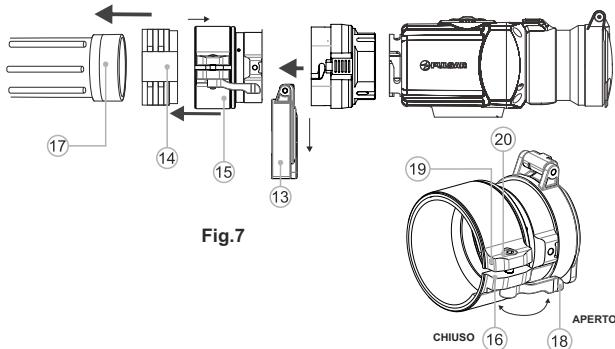

Fig.7
- Togliere il tappo (13): ruotare in senso antiorario.
- Posizionare l'inserto (14) nell'adattatore (15) a fondo (**vedi fig.7**). **Attenzione!** L'inserto deve essere installato con la parte ristretta rivolta verso il basso (**vedi lo schema**).
- Installare saldamente l'adattatore con l'inserto sulla lente dell'obiettivo (17) del cannocchiale diurno (**fig. 7**).